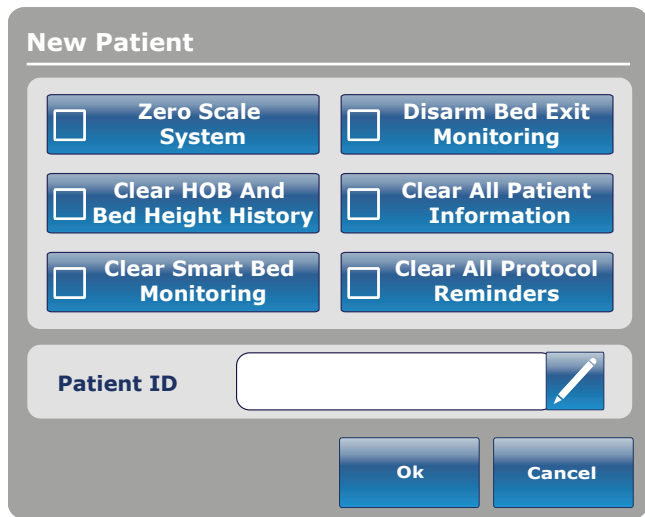

Figure 3.1
- Nouveau patient (New Patient) : Appuyez sur le bouton «Nouveau patient» pour afficher la figure 3.1 et inscrire les renseignements sur le patient.
Lorsque l'utilisateur appuie sur le bouton « New Patient » (Nouveau patient) depuis l'écran Patient Information (Renseignements patient), la figure 3.1 s'affiche. Vous pouvez inscrire l'identité du patient en appuyant sur l'icône-crayon, ce qui fera apparaître un écran-clavier. Une fois que le nom du patient est inscrit, appuyez sur «Ok» sur l'écran-clavier puis sur «Ok» dans l'écran «Nouveau Patient». L'écran «Renseignements sur le patient» s'affichera avec la nouvelle identité du patient.